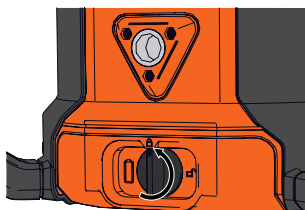

Figura 10
9. Presione y gire la perilla de bloqueo de la batería hacia la izquierda hasta la posición "LOCK"  (bloqueo) para bloquear la cubierta de la batería. (Figura 10)